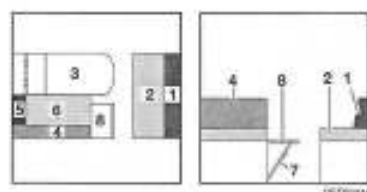

Fig. 100 Pendant la transformation
- Rabattre la rallonge de la banquette (Fig. 100,8) vers le haut et enclencher avec le rabat.